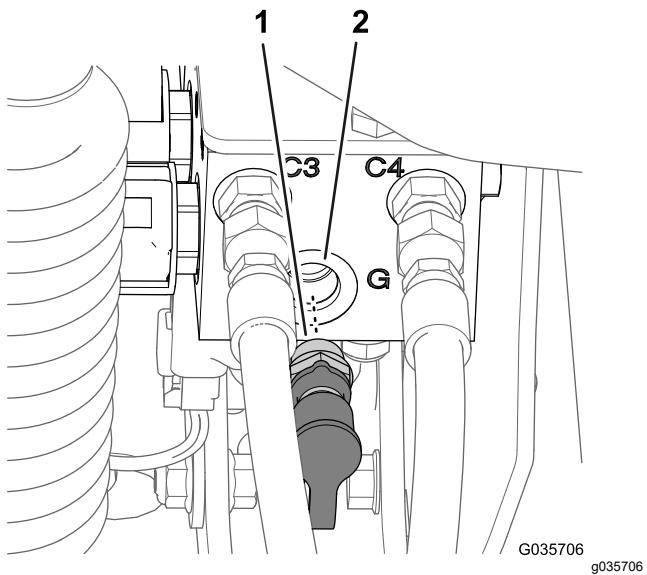

Figura 10
4. Rimuovete il raccordo di diagnostica e il tappo dalla porta G del vecchio collettore del cilindro di sollevamento (Figura 10).